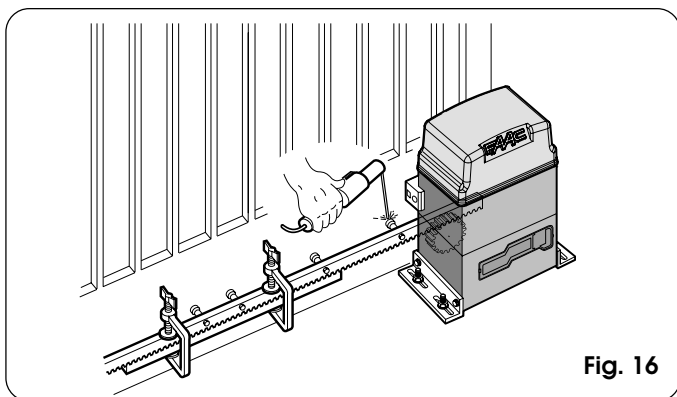

Fig. 16
- 5) Acerque otro elemento de cremallera al precedente utilizando, para sincronizar la dentadura de los dos elementos, una pieza de cremallera como se indica en la Fig.16.
- 4) Acerque otro elemento de cremallera al precedente utilizando, para sincronizar la dentadura de los dos elementos, una pieza de cremallera como se indica en la Fig. 16.